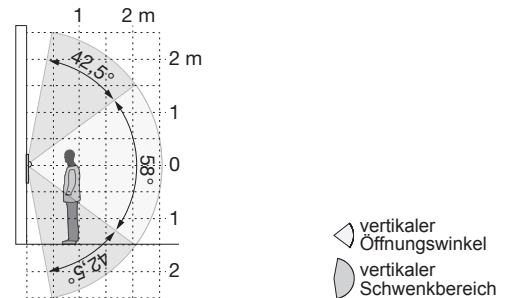

Bild 14: Vertikale Kameraausrichtung
Um das Kamerabild an die Gegebenheiten vor Ort anzupassen, kann die Kamera ausgerichtet werden (Bild 14 und 15).
■ Kamera ausrichten (Bild 14/15).